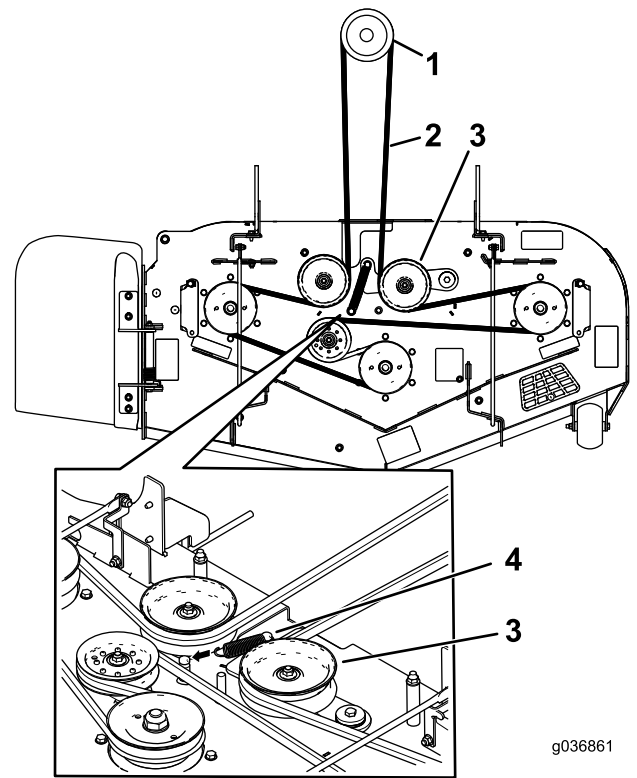

Рисунок 61
10. Встановіть новий ремінь навколо шківів косарки та веденого шківів під двигун (Рисунок 61).
11. Встановіть пружину натяжного валу (Рисунок 61).